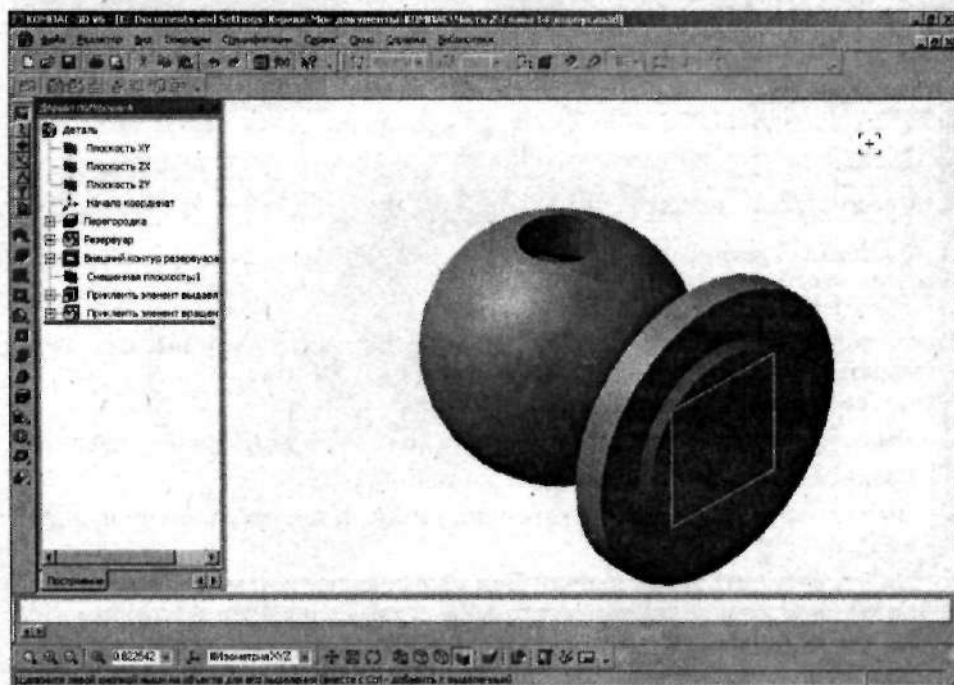

Рис. 2.138. Теперь *Корпус* имеет два патрубка с фланцами
24. Чтобы выполнить операцию, щелкните по кнопке  (Создать объект). Результат зеркального отображения показан на рис. 2.138.